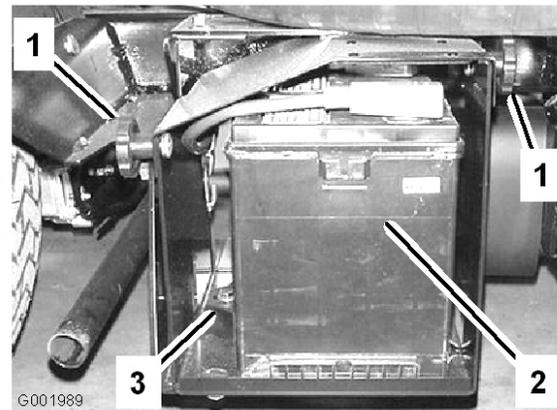

Figura 51
2. Allentate le manopole ai lati della cassetta della batteria e toglie il coperchio della batteria (Figura 51).
5. Togliete la cinghia della batteria e i dispositivi di fermo (Figura 51).
2. Montate la cinghia della batteria e fissatela con i dispositivi di fermo tolti in precedenza (Figura 51).
4. Montate il coperchio della batteria e fissatelo con le due manopole (Figura 51).
1. Allentate le manopole ai lati della cassetta della batteria e togliete il coperchio della batteria (Figura 51).